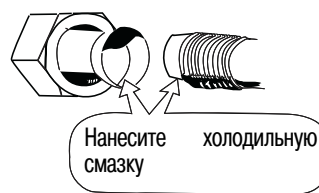

Рис. 28
- б) Нанесите холодильную смазку на совмещаемые поверхности раструбного соединения перед тем, как соединить их. Это является эффективным средством для уменьшения утечек пара (рис. 28).